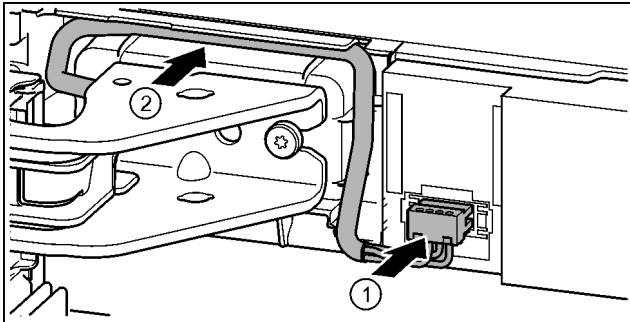

Fig. 42
- ▶ Stecker über oberen Lagerbock einrasten und Kabellitzen vorsichtig in Kanal legen. *Fig. 42 (1)*
- ▶ Graues Kabel vorsichtig in der Führung über dem oberen Lagerbock verlegen. *Fig. 42 (2)*